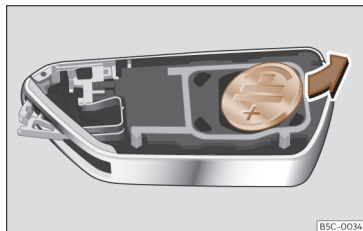

Fig. 65 Chiave del veicolo: rimozione della pila.
- Estrarre la batteria dal vano con un oggetto sottile adatto >>> fig. 65.
- Inserire la nuova batteria premendola nel vano batteria >>> ①.